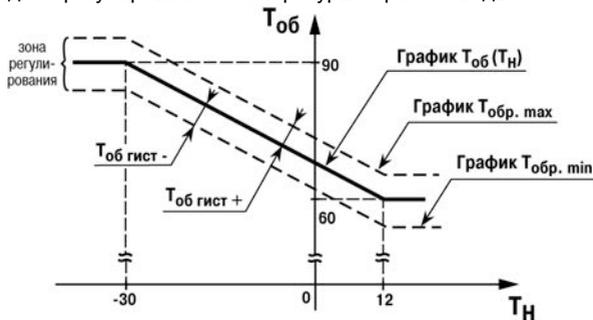

Рисунок 6.13
6.11.17 **Тобр. Гист+**, **Тобр. Гист-** – конфигурационные параметры, определяющие границы допустимого изменения относительно графика температуры обратной воды, возвращаемой в теплосеть (см. рисунок 6.13). При выходе температуры обратной воды за заданные пределы контроллер переходит к регулированию температуры обратной воды.